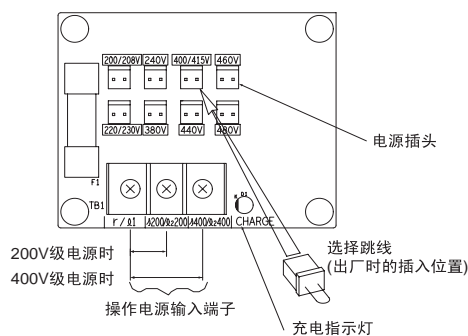

图 4.2 电源电压选择跳线
4. 请在向变频器供给的电源电压的相应位置 (参照图 4.2) 插入跳线。